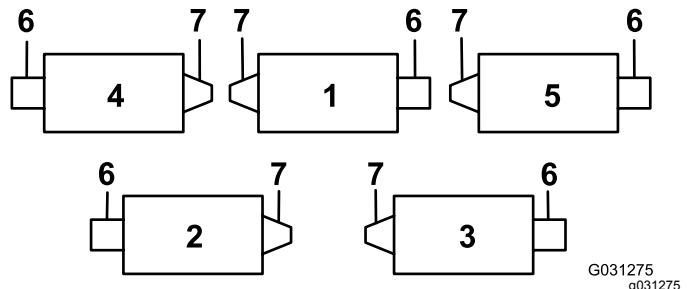

Bild 12
**Wichtig:** Montieren Sie an den Schneideeinheiten Nr. 4 (vorne links) und Nr. 5 (vorne rechts) die Schlauchführungen mit den Befestigungsmuttern der Stangenhalterung vorne an den Schneideeinheitnasen. Die Schlauchführungen sollten sich zur mittleren Schneideeinheit neigen (Bild 12 bis Bild 14).
7. Verbessern Sie die Lenkung an den Heckschneideeinheiten, indem Sie die zwei Gelenkdistanzstücke, Sechskantschrauben und Bundmuttern (Bild 15) von den Trägerrahmen der Heckschneideeinheiten (Schneideeinheiten Nr. 2 und Nr. 3) entfernen, siehe Bild 12.